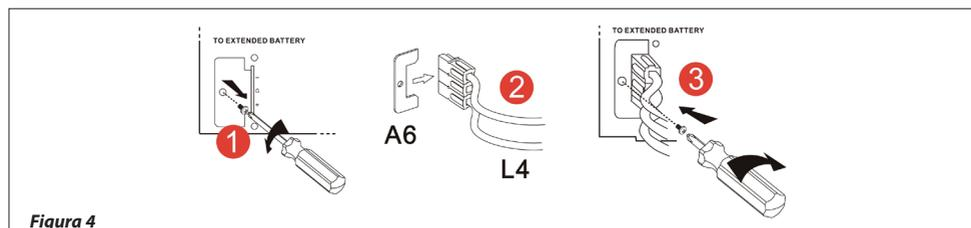

Figura 4
5. Conecte el cargador de batería a las baterías mediante el cable CC L1, L2, L3, L4, L5 (**figura 4,5**).